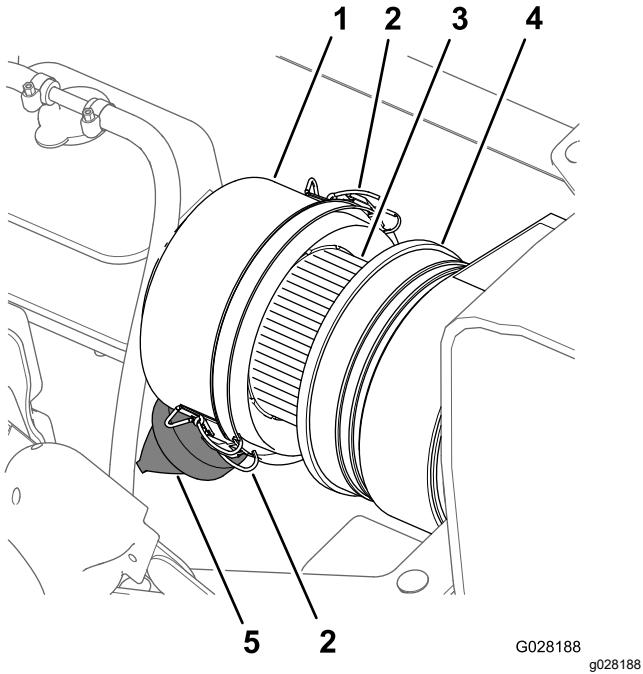
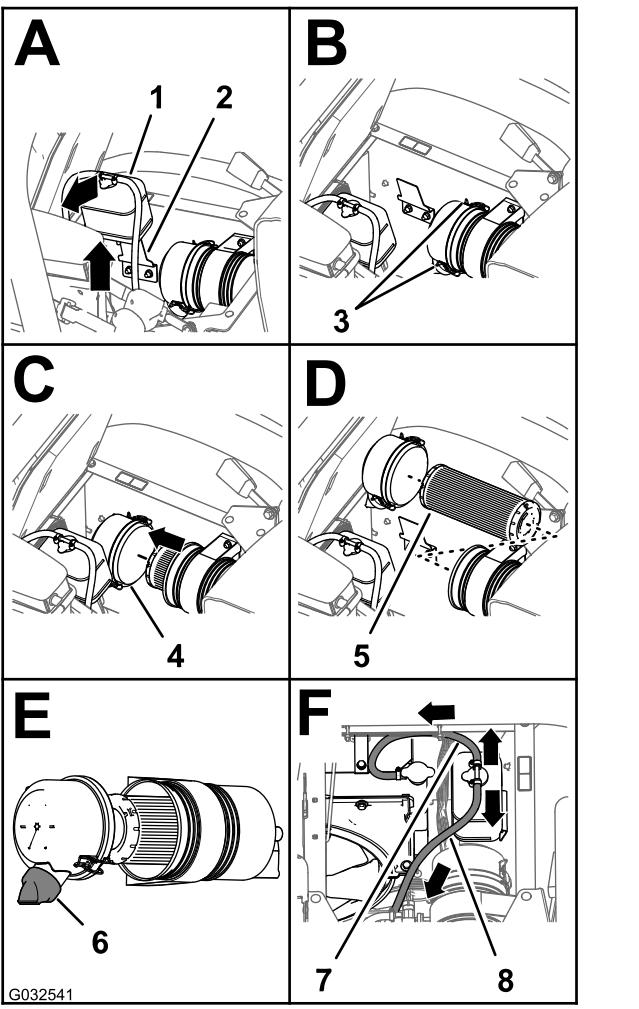

Figure 76
Figure 77
3. Nettoyez le capuchon antipoussière et le boîtier du filtre à air (Figure 76).
4. Recherchez sur le boîtier du filtre à air des dommages susceptibles d'occasionner des fuites d'air (Figure 76).
5. Pressez la valve à poussière pour éliminer les saletés, la poussière et les débris (Figure 76).
7. Vérifiez que l'élément du filtre à air ne présente pas de dépôts excessifs de poussière, saleté ou débris (Figure 76).
8. Reposez le capuchon antipoussière sur le boîtier du filtre à air et fixez-le en place avec les 2 attaches (Figure 76).
2. Nettoyez le capuchon antipoussière et le boîtier du filtre à air (Figure 76).
3. Soulevez le réservoir de trop-plein de liquide de refroidissement pour le déposer de son support (Figure 77).
4. Desserrez les 2 attaches qui fixent le capuchon antipoussière sur le boîtier du filtre à air (Figure 77).
6. Nettoyez l'intérieur du capuchon antipoussière, du boîtier du filtre à air et de la valve à poussière avec un chiffon humide (Figure 76 et Figure 77).
7. Insérez l'élément filtrant dans le boîtier du filtre à air (Figure 77).
8. Reposez le couvercle sur le boîtier du filtre à air et fixez-le en place avec les 2 attaches (Figure 77).
Remarque: Vérifiez que la valve à poussière est bien alignée entre les positions 5 et 7 heures vu de l'extrémité (Figure 77).
9. Placez le réservoir de trop-plein du liquide de refroidissement en face de son support et fixez solidement le réservoir (Figure 77).
Important: Vérifiez que le flexible de décharge de pression est dirigé vers l'avant et le bas et que le flexible d'évent du réservoir est dirigé vers l'arrière, comme montré à la Figure 77.